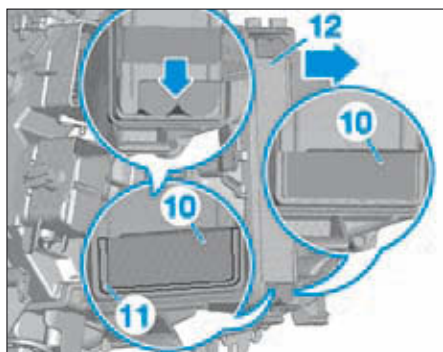

FIG. 18
- Découper la partie (10) à droite du bloc de climatisation en suivant la ligne de coupe (11) (Fig.18).
- Extraire l'évaporateur (12) du bloc de climatisation dans le sens de la flèche.
*Les déflecteurs (13), les canalisations (16) et (17), les joints (18) et (19), les vis (15) et (20), le support (14) ainsi que la cloison (21) sont fournis avec le kit de réparation.*